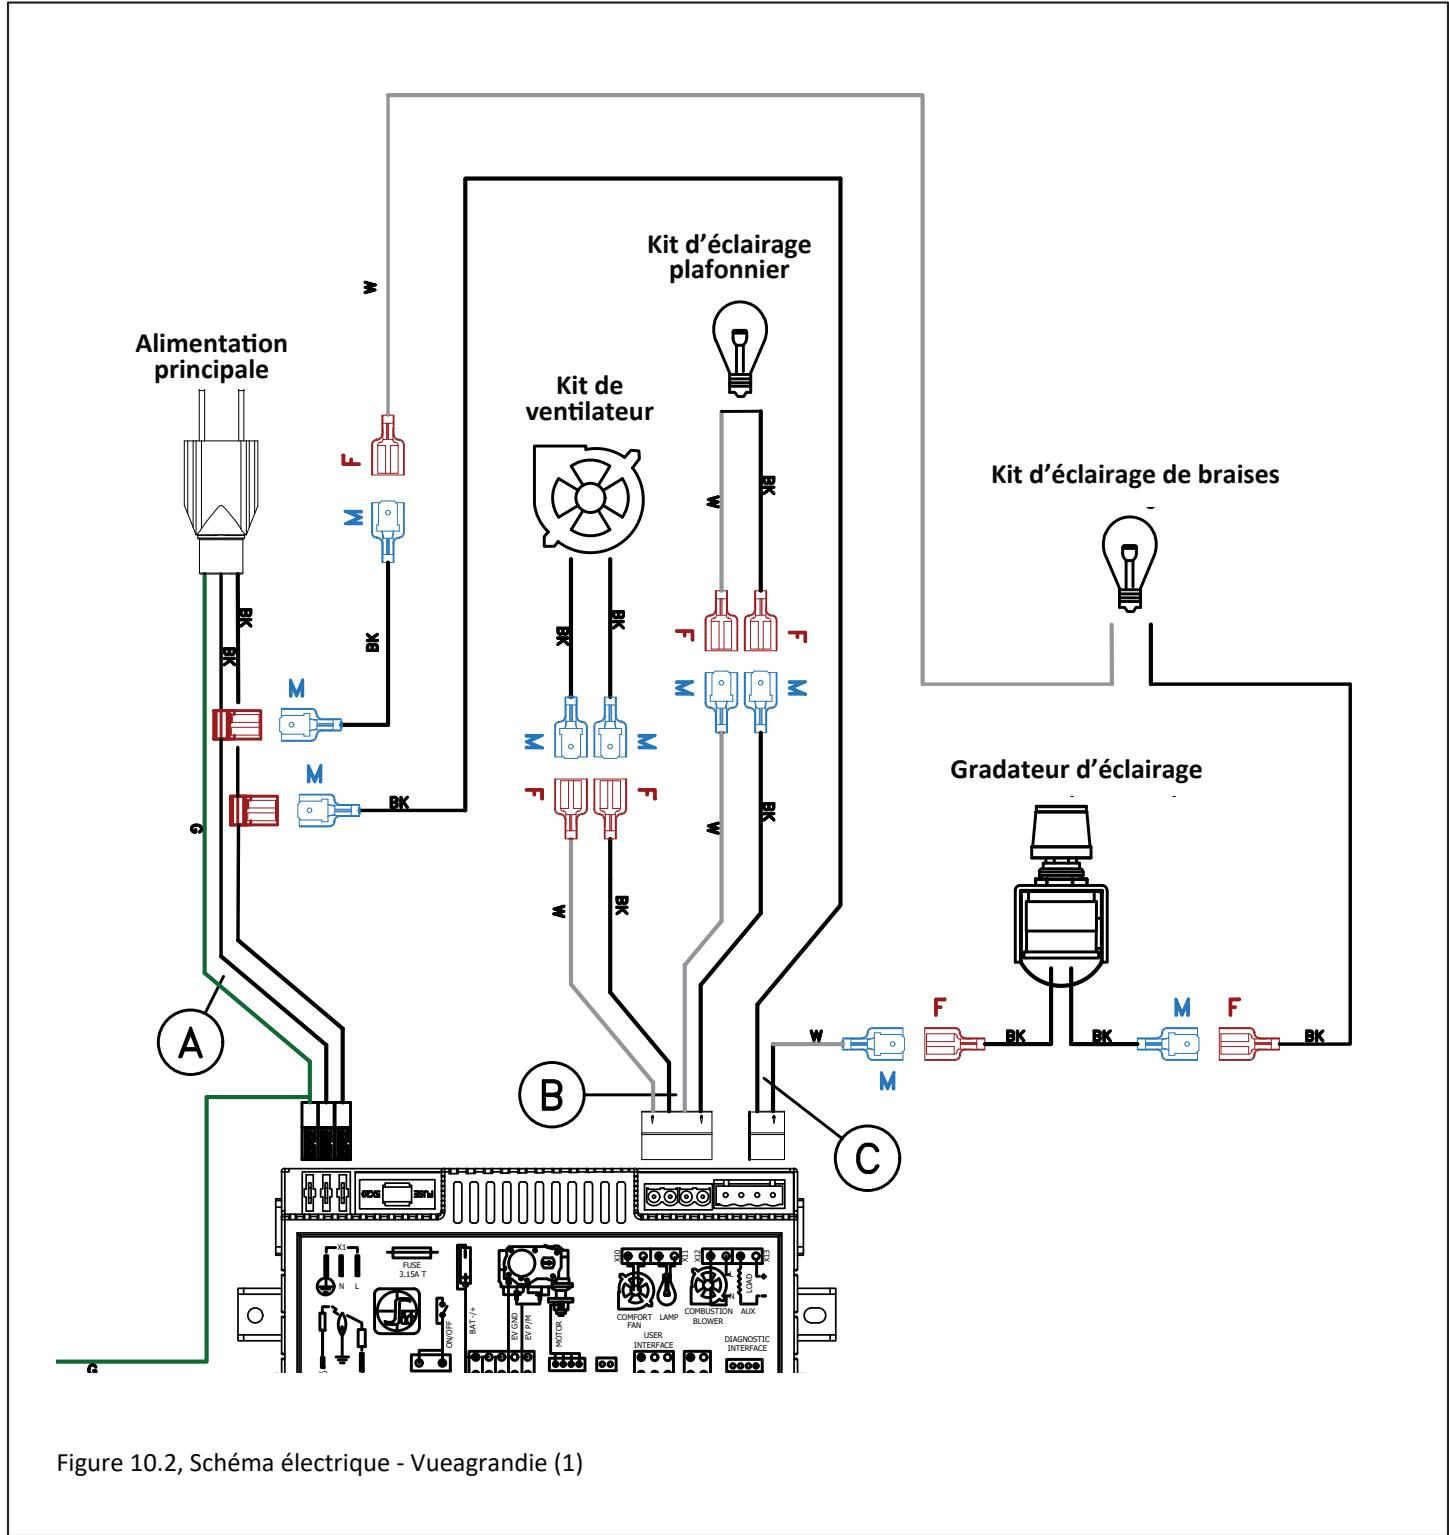

Figure 10.2, Schéma électrique - Vue agrandie (1)
- La Figure 10.2 montre une vue agrandie du schéma de câblage. Cette figure montre le cordon d'alimentation électrique principale, le kit de ventilateur, le kit d'éclairage plafonnier et le kit d'éclairage du lit de braises.